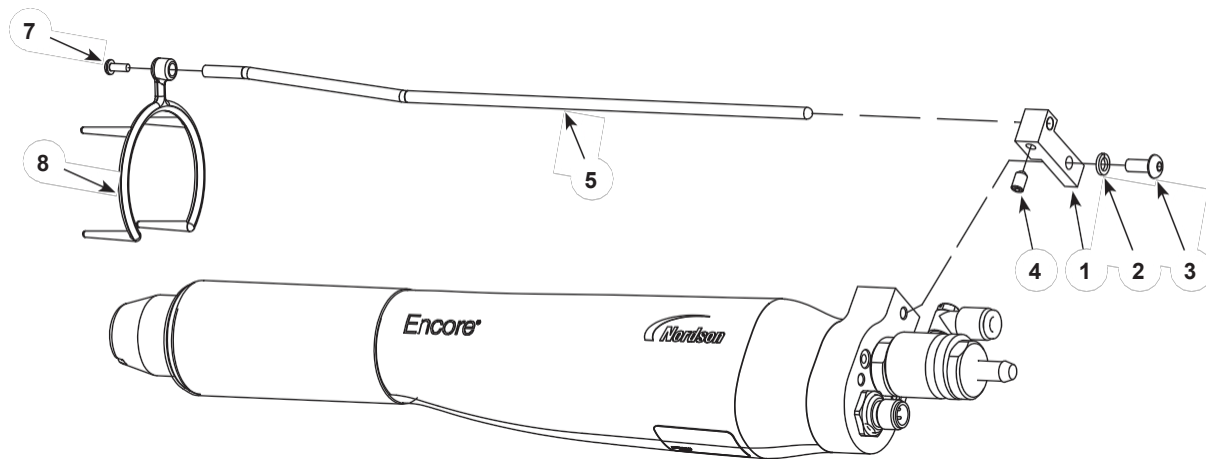

Abbildung 3-4 Anschlüsse der Spritzpistole – Abbildung zeigt konische Düse
1. Siehe Abbildung 3-4. Montieren Sie den Montageblock (1) mit der M5-Sicherungsscheibe (2, 3) an der Spritzpistole.
2. Setzen Sie den Kollektorstab (5) in den Block ein und befestigen Sie ihn mit der M5 x 8 Madenschraube (4) die dem Ionenkollektor-Bausatz beiliegt.
3. Schieben Sie die Mehrpunktspitze (6) auf die Düsenmutter und befestigen Sie sie mit der M3-Schraube (7) an der Kollektorstange.
3. Siehe Abbildung 3-4. Die Stellschraube (4) lösen und die Mehrpunktdüse vom vorderen Ende der vorderen Ende der Spritzpistole.